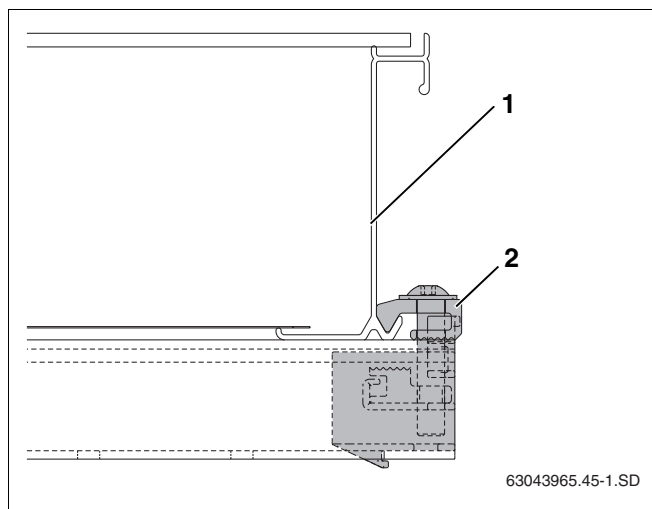

Fig. 44 Tensor unilateral del colector atornillado
- ▶ Deslice el colector (fig. 44, **pos. 1**) con cuidado hasta el tensor unilateral del colector y sitúelo en posición horizontal.
- ▶ Atornille el tensor unilateral del colector con la llave de tamaño 5 (fig. 44, **pos. 2**).
El elemento de sujeción (fig. 44, **pos. 2**) del tensor del colector queda enganchado en el borde inferior del colector.